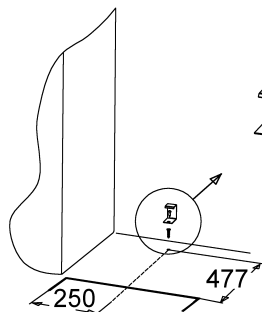
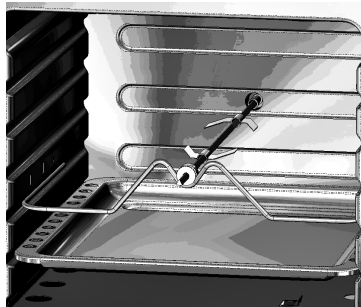

Рис.2 Разметка пола для установки предохранительного кронштейна
Рис. 5
- установить плиту на рабочее место, отметить на полу линию передней стенки и габариты по ширине, как показано на рис. 2
Перед использованием ТЭН-гриля с вертелом (при наличии) необходимо установить вертел (при наличии) в муфту мотора и на опору см. рис. 5
Духовка комплектуется решеткой и противнем для выпечки или жарения, а для моделей с вертелом - опорой для вертела. Все эти элементы имеют возможность устанавливаться в полозья духовки см. рис. 2, 5. Противень может быть установлен непосредственно на решетку или (при развороте) в полозья духовки (например, для сбора жира см. рис. 5).